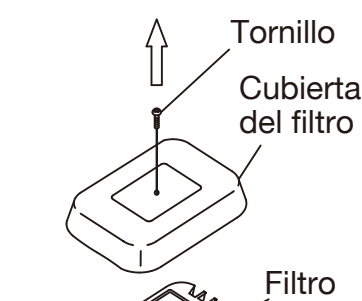

Imagen 2
- 3 Retire la cubierta del filtro. (Imagen 2) Sujete ambos extremos y tire.